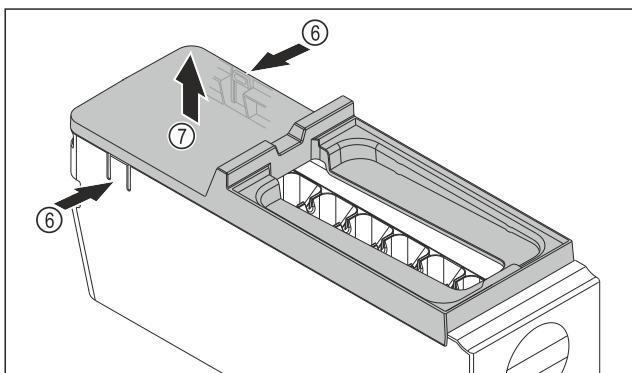

Fig. 79
- Изваждане на капака на корпуса на EasyTwist-Ice: Натиснете езичетата Fig. 79 (6) от двете страни на корпуса на EasyTwist-Ice с една ръка.
- С другата ръка извадете капака Fig. 79 (7) нагоре.